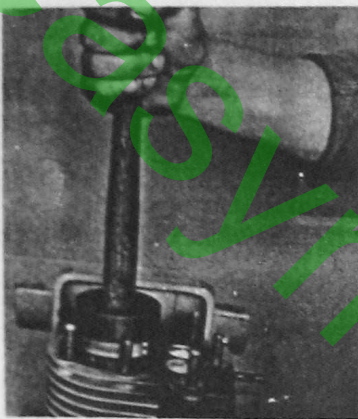

Fig. 35
2. Mit einem Kolbenband Kolben von oben in den Zylinder führen (Fig. 35).
2. Insert piston from the top into the cylinder using a piston assembly ring (Fig. 35).